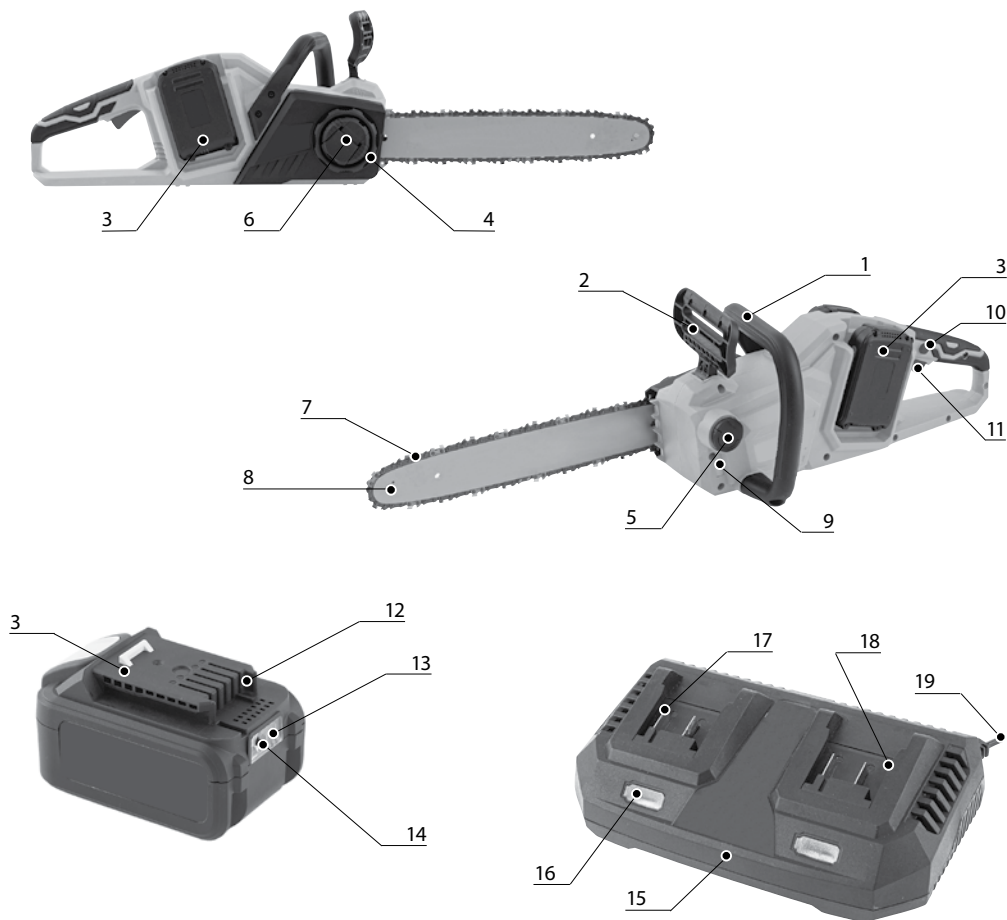
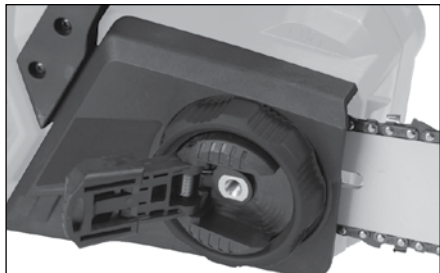

Рис. 3
Рис. 4
2. Вытащите прижимную ручку 6 (рис. 3) и открутите защитный щиток (рис. 4).
5. Прижмите шину рукой к креплению на корпусе, слегка натяните цепь, вращая устройство натяжения (рис. 4) по часовой стрелке.
Для запуска инструмента установите АКБ, нажмите кнопку блокировки 10 (рис. 3) и, не отпуская ее, нажмите на рычаг выключателя 11 (рис. 3).